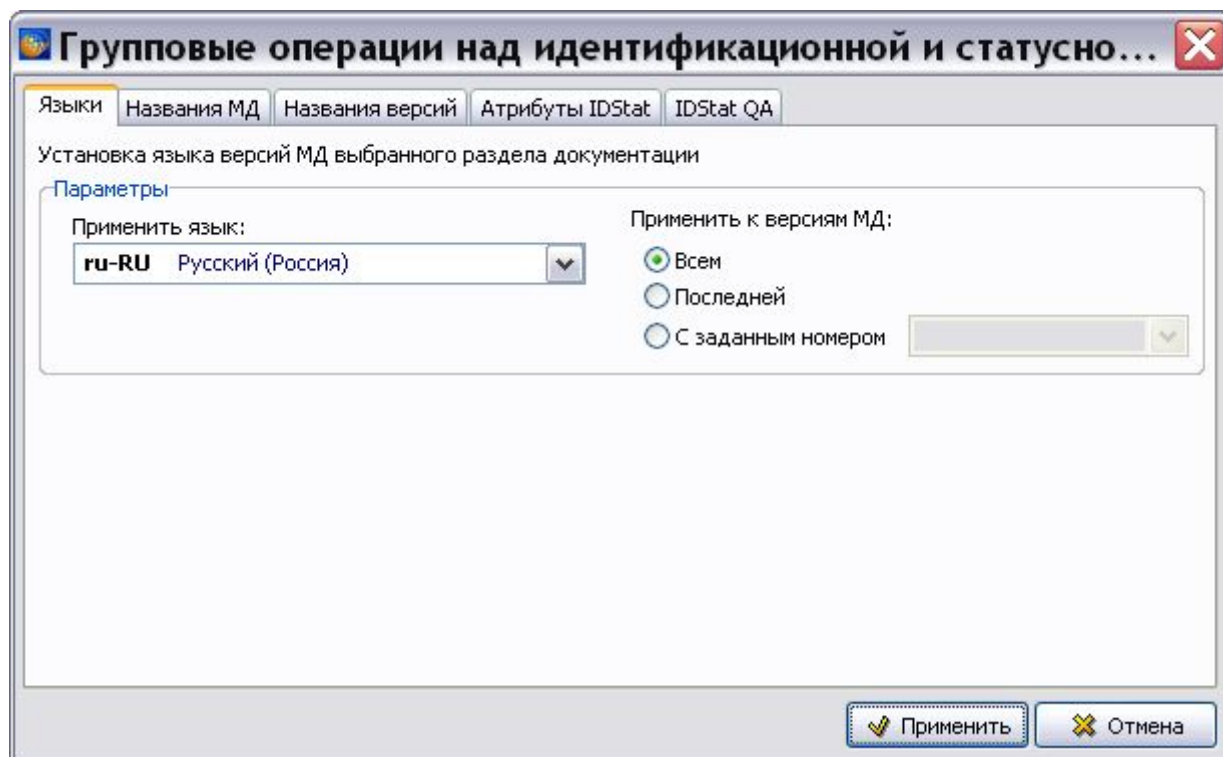

Рис. 8.254
**Групповые операции над идентификационной и статусной частью МД** . При этом появится диалоговое окно **Групповые операции над идентификационной и статусной частью МД** (Рис. 8.254).
Вкладка **Языки** показана на Рис. 8.254. Прodelайте следующее: